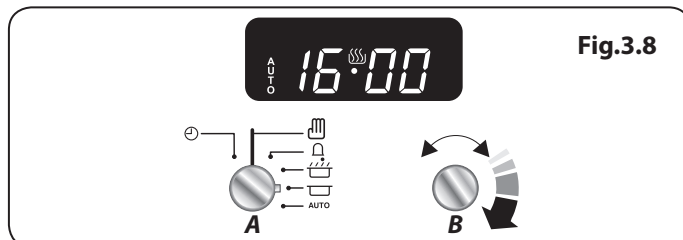
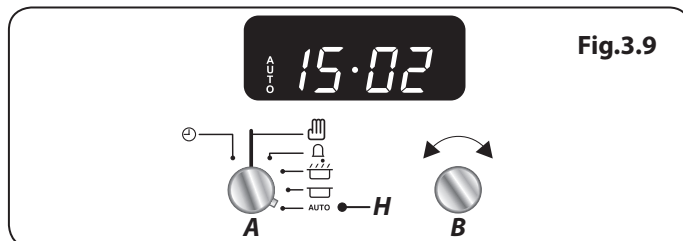

Fig.3.8
Fig.3.9
3. Tournez le bouton Réglage (B) pour régler l'heure à laquelle vous souhaitez que votre four s'arrête (**Fig.3.8**).
5. Tournez le bouton du Programmeur (A) sur la position Auto (H) (**Fig.3.9**). Si l'écran affiche l'heure en cours et
Appuyez sans relâcher sur le bouton Heure d'arrêt (E), (Fig.3.8). En même temps, appuyez sur (-) ou (+) jusqu'à « l'heure d'arrêt » s'affiche (Fig.3.9). Le symbole [⏏] et [AUTO] s'afficheront.